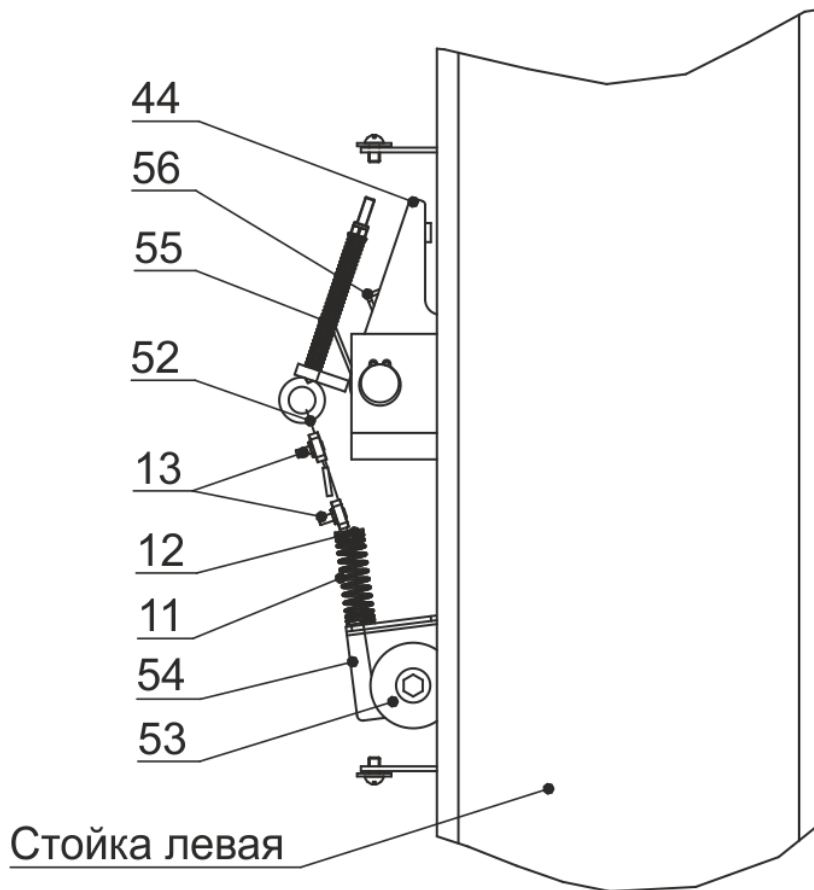

Рисунок 6.4 - Система стопорения кареток
6.6 Установить тросик системы стопорения (рисунок 6.4). Для этого снять крышку, закрывающую стопор-защелку 44 на левой стойке 2, отвернув два винта М6х10. Тросик 52 системы стопорения, закрепленный на правой стойке 1 (с насосной станцией 45), протянуть через блоки, направляющие трубки в перекладине 3 к стойки левой 2 и вывести через блок 53 и отверстие в кронштейне 54 наружу. На свободный конец тросика надеть пружину 11 со втулками 12, выбрать слабинку тросика и затянуть зажим 13.